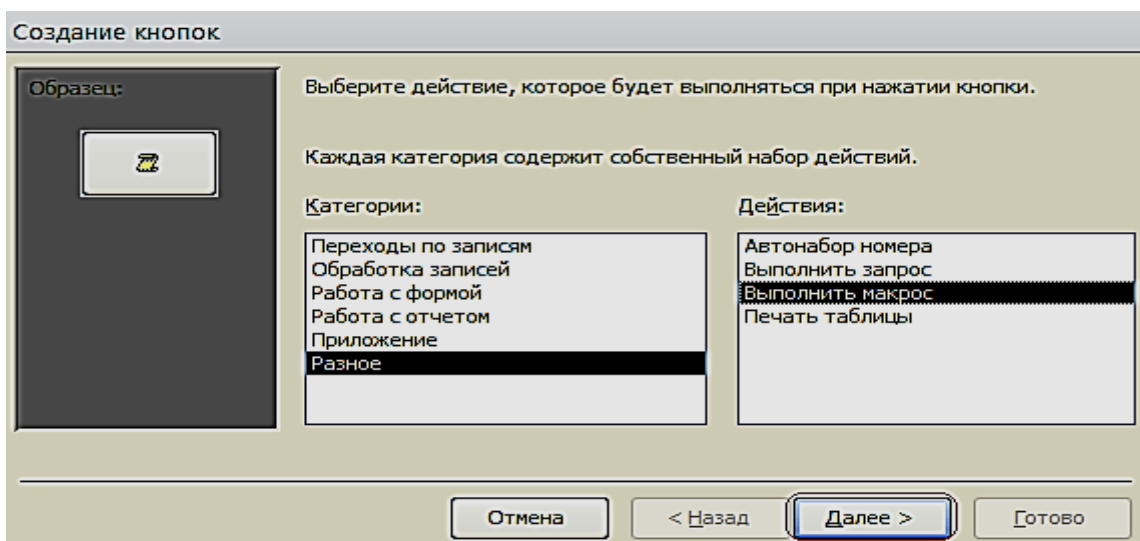

Рис. 6.7. Окно создания кнопок при работе с **Макросами**
1. Создадим кнопки: **Таблицы**, **Отчет** и **Выход из БД**. Расположим в области **Главной формы** три кнопки с ранее созданными макросами. Для размещения кнопок предусмотрим, чтобы все действия осуществлялись при нажатой кнопке «**Использовать мастера**». Переместим элемент управления **Кнопка** на форму, появится окно для создания кнопок. Выберем категорию: **Разное**, затем – действия: **Выполнить макрос**, нажмем кнопку **Далее** (рис. 6.7).